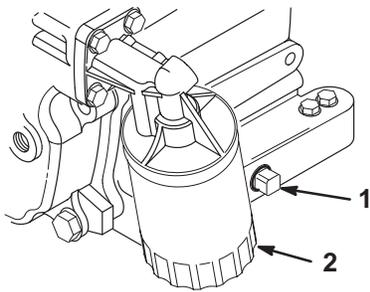

Figure 27
5. Enlevez le bouchon de vidange (Fig. 27) et laissez l'huile s'écouler dans un bac de vidange. Remettez le bouchon quand toute l'huile s'est écoulée.
2. Déposez le filtre à huile existant (Fig. 27). Appliquez une fine couche d'huile sur le joint du filtre de rechange.